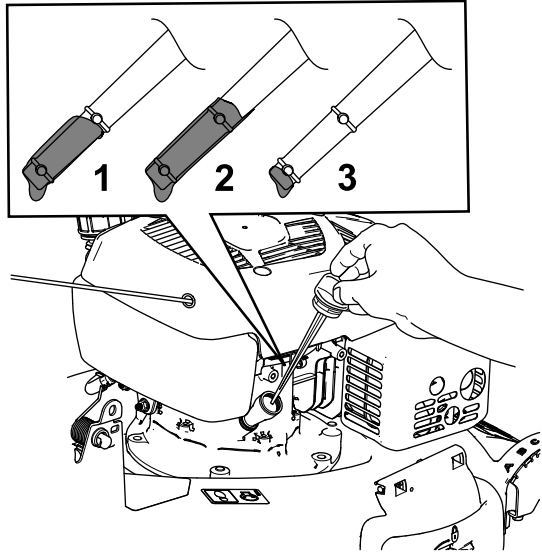

図 14
2. ディップスティックを外す 図 14。
5. ディップスティックの目印で油量を点検する 図 14。